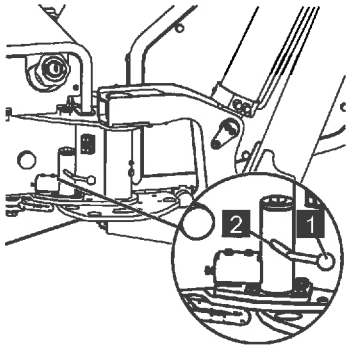

Abb. 112
2. Mit der freien Hand den Arretierbolzen an der Griffstange (Abb.112/1) entlang der Kulisse (Abb.112/2) nach oben ziehen, bis sich die Stütze frei schwenken lässt.